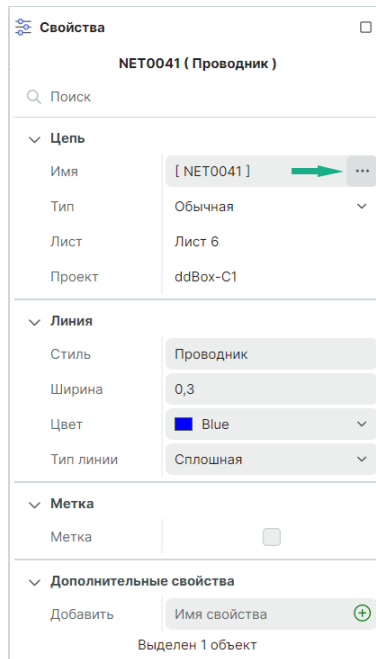

Рис. 109 Переход к переименованию цепи
- Из панели «Свойства» → раздел «Цепь» → пункт «Имя» → символ «•••», см. Рис. 109.